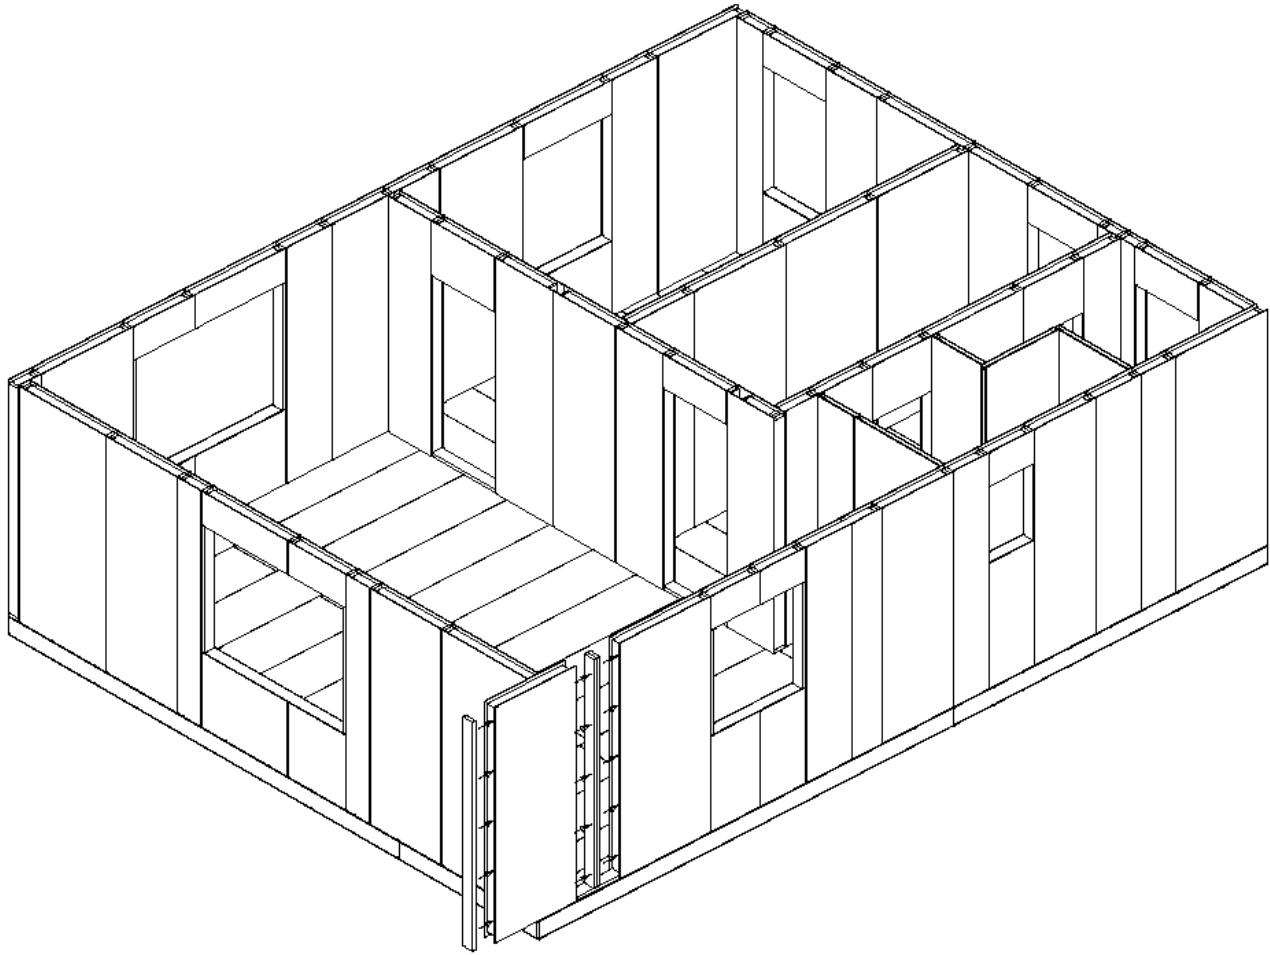

Рис. 12: Установка последней SIP-панели и стойки стен 1-ого этажа.
12. Сборка стен первого этажа дома заканчивается на заранее выбранном последнем углу. (Рис. 12).